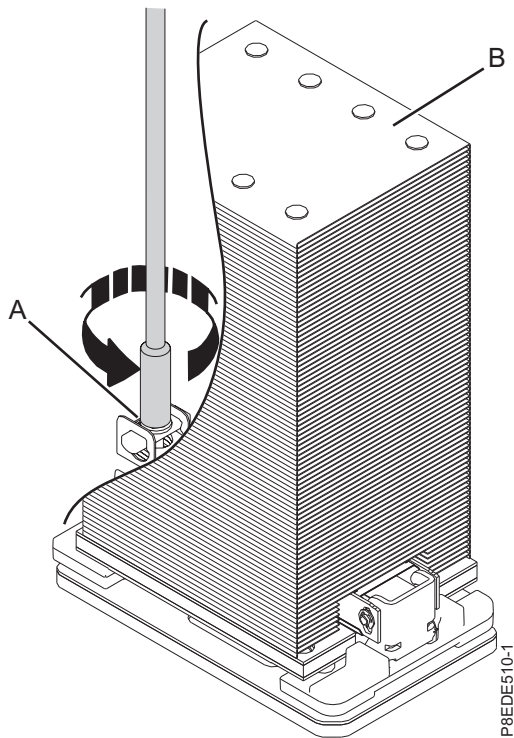

Figura 3. Extracción del disipador térmico
- a. Afloje el tornillo de actuación del disipador térmico girando la llave proporcionada de 5,5 mm (número de pieza 43W3032) en el sentido opuesto a las agujas del reloj (**A**) hasta que el tornillo se afloje y se mueva libremente como se muestra en la Figura 3 en la página 6.